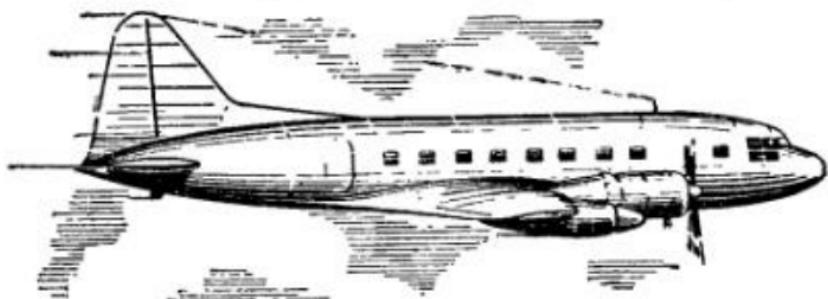

Рис. 19. Пассажирский 27-местный самолёт ИЛ-12 конструкции С. В. Ильюшина в горизонтальном полёте.
**В**ысоко в небе летит пассажирский самолёт (рис. 19). Большие крылья легко несут воздушный корабль, а мощный гул винтов свидетельствует о напряжённой работе двигателей. Самолёт летит горизонтально, прямолинейно и равномерно...